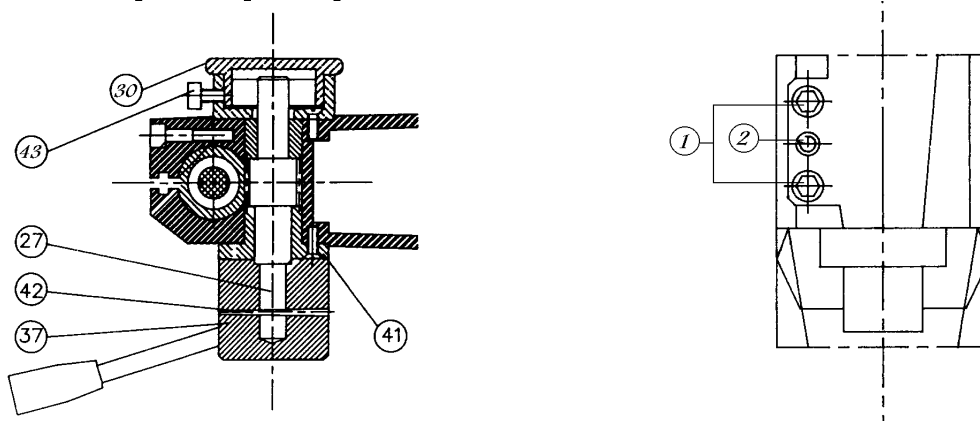

FIG.2
3.2 REGLAGE DU RESSORT DE RAPPEL DE BROCHE (FIG.2)
La perceuse est livrée avec la broche contrebalancée par un ressort à spirale d'Archimède. Pour régler ce ressort desserrer la vis (43) figure 2 d'une main en tenant le couvercle (30) figure 2 de l'autre main ; faire ensuite tourner le couvercle dans le sens qui convient pour tendre plus ou moins le ressort puis serrer de nouveau la vis (43). **IMPORTANT : l'opérateur devra éviter de faire revenir la broche trop brutalement pour ne pas courir de risques et ne pas compromettre la durée de vie du ressort.**
3.3 REGLAGE DU JEU DE FOURREAU (FIG.2)